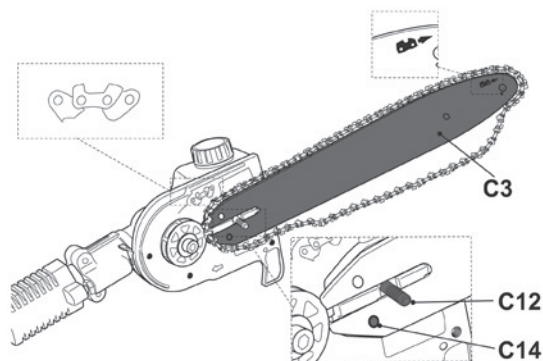

Fig. 13
AVISO! A direção dos “cortadores” da corrente tem de ser a indicada pelo símbolo e pela seta na lâmina. Certifique-se de que a lâmina e a corrente estão corretamente montadas na direção certa; caso contrário, a corrente não funcionará (Fig. 13).
- > Coloque a ranhura na guia (C3) sobre o parafuso (C12). Certifique-se de que a guia é instalada com o símbolo do “cortador” da corrente no topo da guia (Fig. 13).